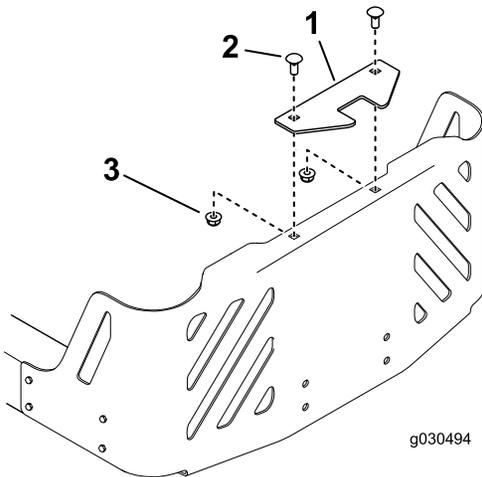

Figure 10
Remarque: Utilisez le support de stabilisation sur les modèles 2015 et suivants seulement (Figure 10).
- Montez le support de stabilisation sur le carénage de moteur au moyen de 2 boulons de carrosserie (5/16 x 3/4 po) et 2 contre-écrous (5/16 po), comme montré à la Figure 10.